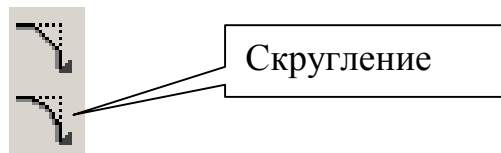

Рис. 29
4. Для выполнения радиусов скругления на панели **Геометрия**  нажмите кнопку **Скругление**, рис. 29.